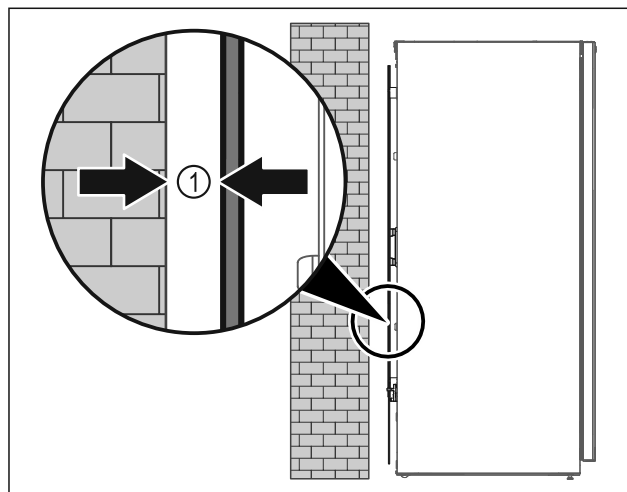

Fig. 10
- ▶ Állítsa fel a készüléket szabadon a helyiségben, vagy közvetlenül a fal mellé legalább 5 mm Fig. 10 (1) minimális távolságban.